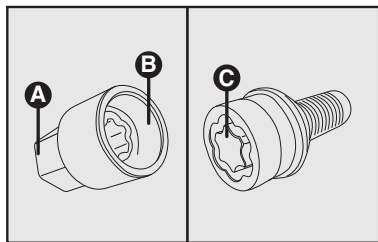

fig. 10
- Retirar da bolsa de ferramentas a chave soquete (ou em local opcional no veículo) **fig. 10**, que destrava o mecanismo antifurto.
– O destravamento da roda deve ser realizado encaixando a extremidade **B** da chave soquete **fig. 10** no encaixe **C** do parafuso especial de retenção da roda. Na extremidade **A** deve ser encaixada a chave de roda fornecida com o veículo.